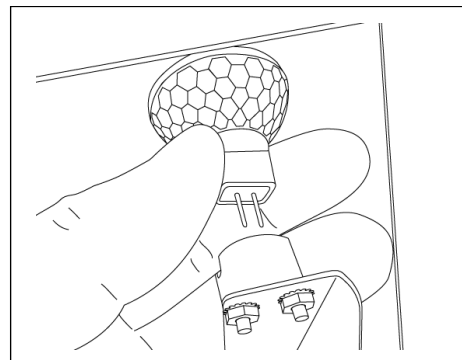

Figura 6-3
5. Usando guantes, jale suavemente la bombilla hasta sacarla de su aditamento (Figura 6-3).